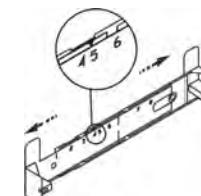

рис. 5
- прежде чем прикрепить кронштейн к стене, необходимо выставить его на нужный размер (равный ширине верхней фальштрубы). Увеличите размер кронштейна (если это необходимо), раздвинув его, и установите фиксатор напротив цифры 5 (см. рис. 5);